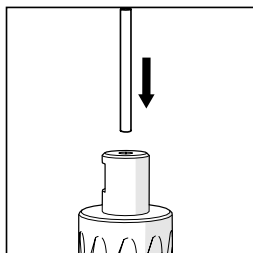

FIG. 5
- Insérez la tige guide dans la fraise en vous assurant qu'elle glisse aisément. **(Fig.5)**